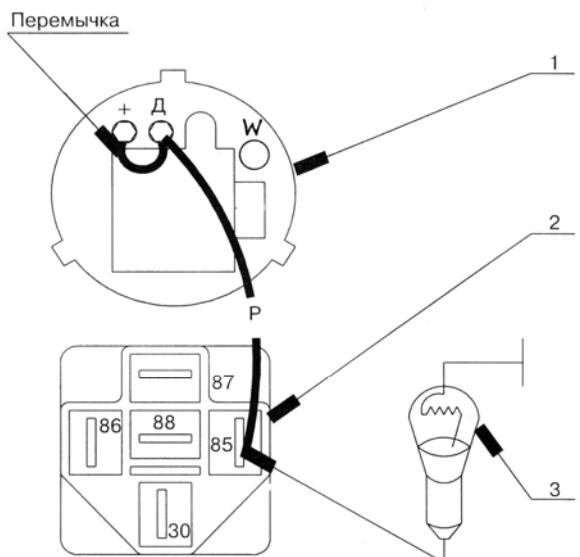

Рис. 12. Проверка исправности цепи от реле блокировки К6 до клеммы "Д" генератора «G1»:
- в) проверьте исправность цепи от реле (К6) блокировки стартера до клеммы "Д" генератора, (рис. 12) при неработающем дизеле и включенной "массе":